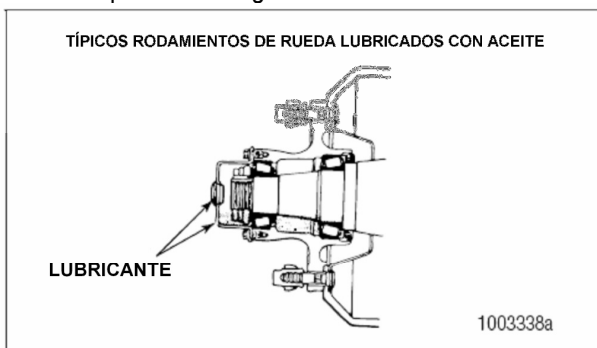

Figura 13.4
4. Agregue el aceite especificado al nivel especificado. Figura 13.4